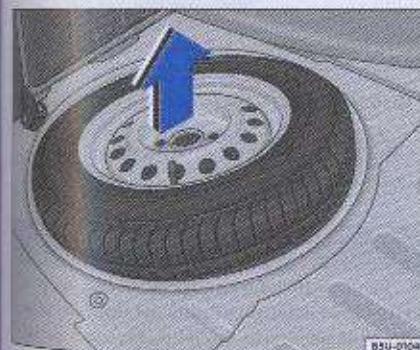

Fig. 126 Secuencia de remoción de la rueda de auxilio - 1ª parte
- Agarre firmemente la rueda de emergencia por la parte central, levantándola parcialmente ⇒ fig. 126.